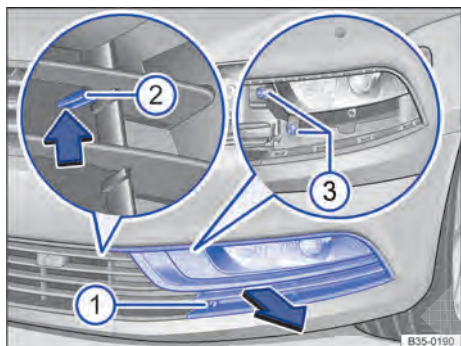
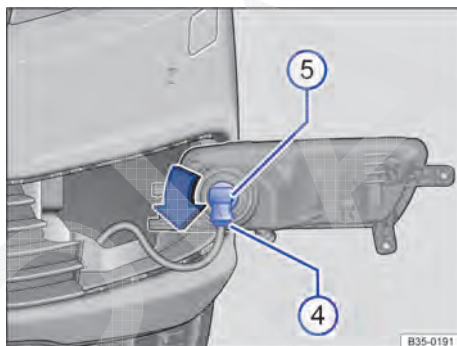

Fig. 242 No para-choque dianteiro à esquerda: farol de neblina.
Fig. 243 No farol desmontado: substituir a lâmpada incandescente.
2. Com a chave de fenda das ferramentas de bordo ⇒ Página 390, desaparafusar o parafuso de fixação ⇒ Fig. 242 ①.
3. Pressionar a lingueta ② no sentido da seta para cima, para soltar o encaixe.
4. Puxar a cobertura ⇒ Fig. 242 para frente no sentido da seta, para fora do para-choque.
5. Com a chave de fenda das ferramentas de bordo desaparafusar os parafusos de fixação ③.
7. Destravar a conexão do conector ⇒ Fig. 243 ④ e retirar o conector.
8. Girar a lâmpada incandescente ⑤ no sentido anti-horário até o batente e retirá-la.
10. Colocar a lâmpada incandescente ⑤ na carcaça do farol e girar no sentido horário para a posição inicial.
12. Colocar a tomada ④ na lâmpada incandescente, até que ela se trave de maneira audível.
14. Instalar os parafusos de fixação ⇒ Fig. 242 ③.
15. Colocar a cobertura contra o sentido da seta ⇒ Fig. 242 no para-choque. Para tanto a lingueta ② deve encaixar.
16. Instalar os parafusos de fixação ①.